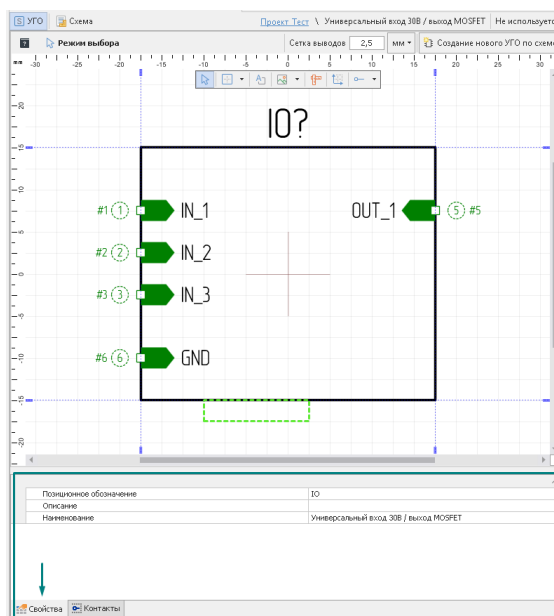

Рис. 268 Свойства блока
- Наименование – имя блока. Под этим именем блок отображается в иерархии проекта, см. Рис. 268.